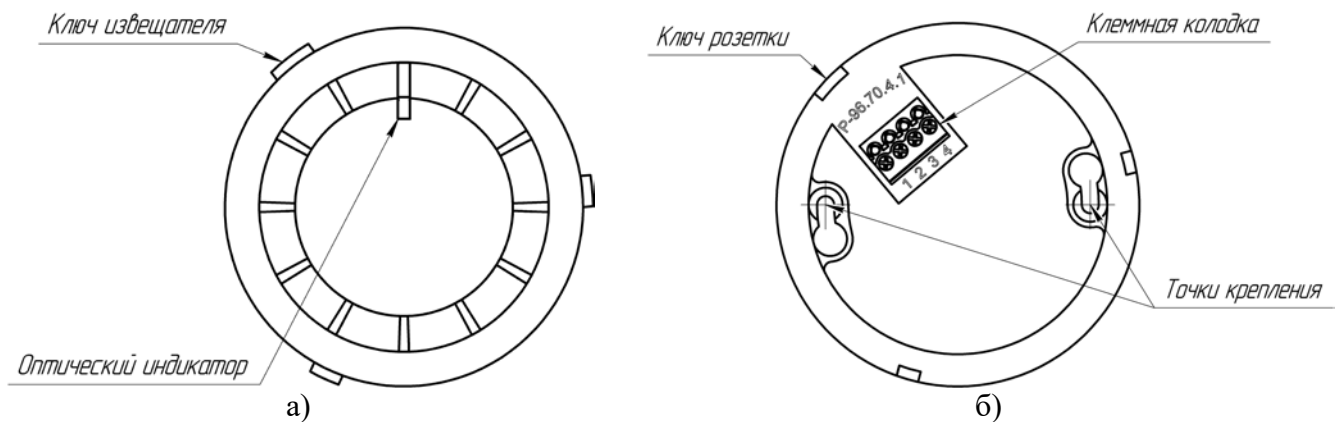

Рис.4 – Конструкция извещателя, (а) - извещатель, (б) - розетка.
6.2 Извещатель, представляет собой пластмассовый корпус - рис.4а, в котором смонтированы - электронный модуль, дымовая камера и оптический индикатор. Извещатель комплектуется съемной розеткой (монтажной базой) - рис.4б. Подключение извещателя к ППКП и, при необходимости, к ВУОС производится с помощью клеммной колодки установленной в розетке, описание контактов приведено в таблице 3.